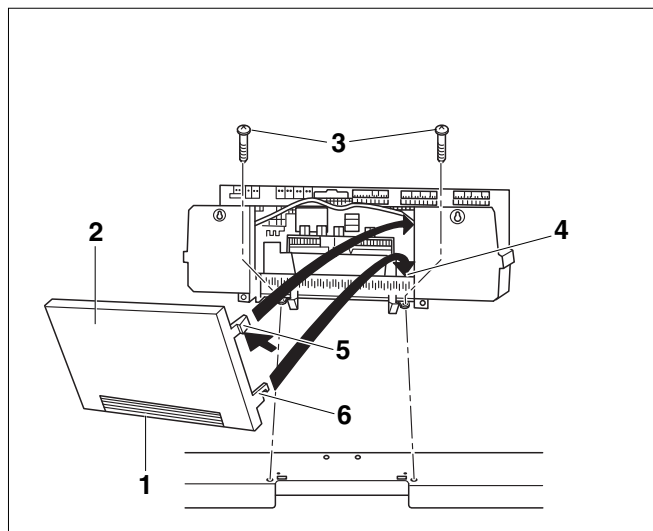

Рис. 20 Крепление системы управления Logamatic 4000
- Снимите заднюю стенку (Рис. 20, поз. 2).
При необходимости можно выломать или вырезать заглушку (Рис. 20, **поз. 1**) на задней стенке (Рис. 20, **поз. 2**) системы управления.
- Установите оба нижних крюка (Рис. 20, **поз. 6**) справа и слева на задней стенке (Рис. 20, **поз. 2**) шлицом на верхнюю кромку рамки с хомутами.
- Слегка нажмите верхние эластичные крюки (Рис. 20, **поз. 5**) внутрь (по стрелке) и вставьте заднюю стенку (Рис. 20, **поз. 2**) так, чтобы оба крюка защелкнулись.
- Установите крышку клеммного щитка и закрепите ее 2 винтами (Рис. 20, **поз. 3**).